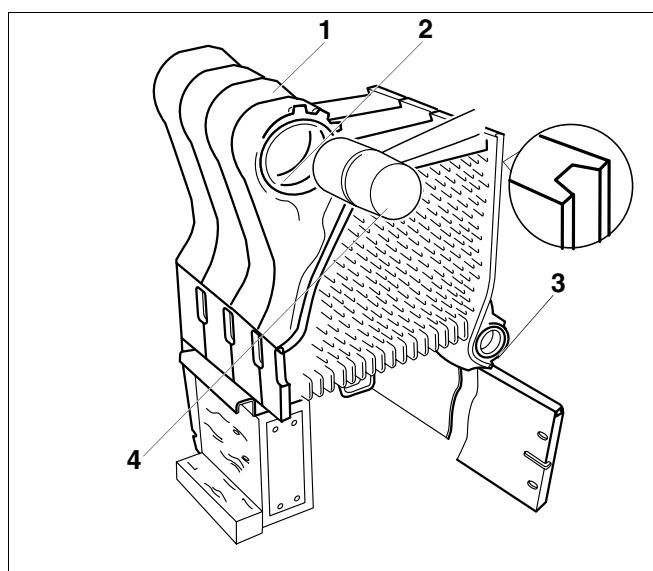
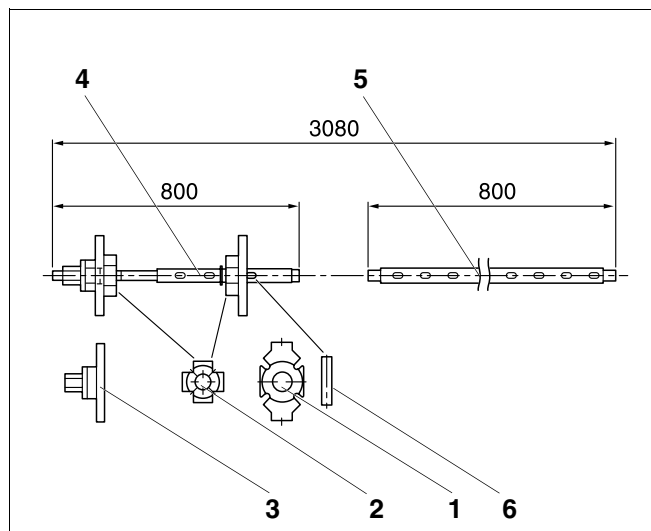

Fig. 13 Montage de l'élément intermédiaire
Fig. 14 Outillage de serrage pour chaudière, taille 2.3
- Poser la paire d'éléments intermédiaires (fig. 13, **pos. 1**) avec les moyeux supérieur et inférieur (fig. 13, **pos. 2 et 3**) sur les nipples de la paire d'éléments d'extrémité.
- Frapper à l'aide d'un maillet en bois ou en caoutchouc (fig. 13, **pos. 4**) la première paire d'éléments intermédiaires contre la paire d'éléments d'extrémité.
Légende pour fig. 13
Utiliser l'outil de serrage de la taille 2.3 (fig. 14).
- Coulisser la bride de serrage (fig. 14, **pos. 3**) sur la barre de traction (fig. 14, **pos. 4**).
- Insérer une bride supplémentaire (fig. 14, **pos. 2**) sur la barre de traction pour le moyeu inférieur.
- Glisser la barre de traction sans bride supplémentaire dans le moyeu supérieur (fig. 13, **pos. 2**) et la barre de traction avec bride supplémentaire dans le moyeu inférieur (fig. 13, **pos. 3**) de la chaudière.
- Glisser la contre-bride (fig. 14, **pos. 1**) sur la barre de traction du moyeu supérieur (fig. 13, **pos. 2**) et la bride supplémentaire (fig. 14, **pos. 2**) sur la barre de traction du moyeu inférieur (fig. 13, **pos. 3**). Bloquer les brides à l'aide d'une cale (fig. 14, **pos. 6**).
Légende pour fig. 14